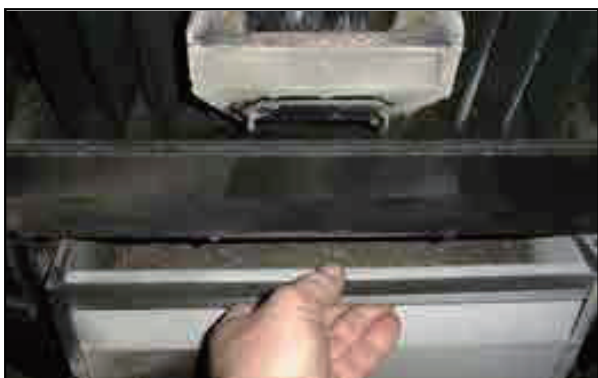

図 13
2. 図 13 にあるように、スクレイパーで熱交換器を掃除してください。